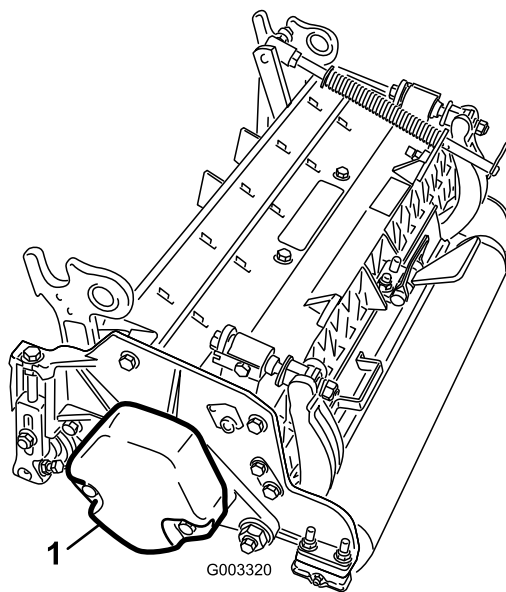

図 3
- カウンタウェイト(図 3)を、決められている側に取り付けるカッティングユニットのオペレーターズマニュアルを参照。